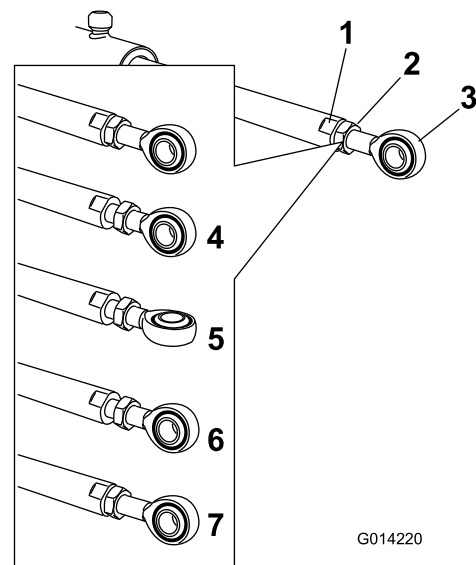

Figura 94
5. Utilize uma chave nos lados planos do acionador para imobilizar e, em seguida, desaperte a porca para permitir que a barra do olhal seja ajustada (Figura 94).
6. Rode a barra do olhal na barra do olhal para diminuir ou aumentar o acionador estendido para a posição desejada (Figura 94).